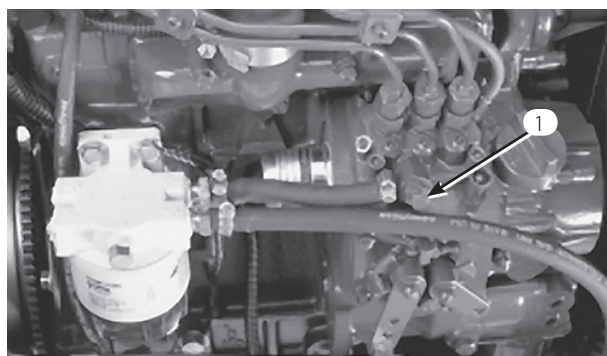

図 25
3. 燃料噴射ポンプについているエア抜きネジ (図25) をゆるめる。